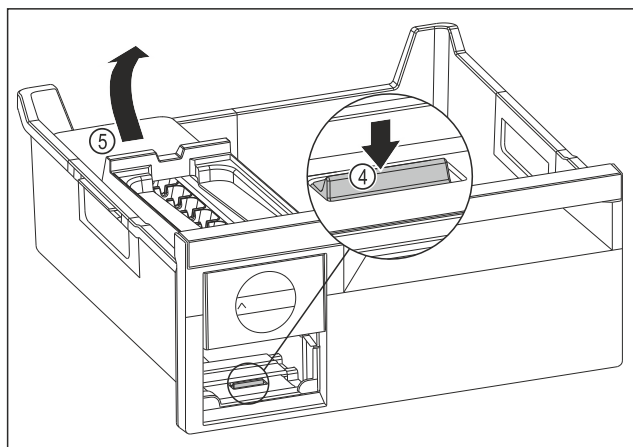

Fig. 74
- ▶ Estrarre il corpo dell'EasyTwist-Ice: Con un dito spingere la linguetta Fig. 74 (4) verso il basso e allo stesso tempo, con l'altra mano, sollevare il corpo dell' EasyTwist-Ice Fig. 74 (5) da dietro.